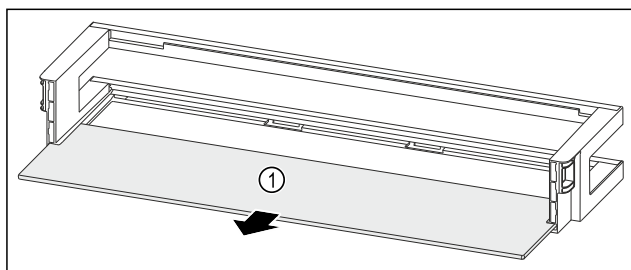

Fig. 171 Dvevní přihrádka s odkládací plochou
- Odkládací plochu Fig. 171 (1) odeberte.